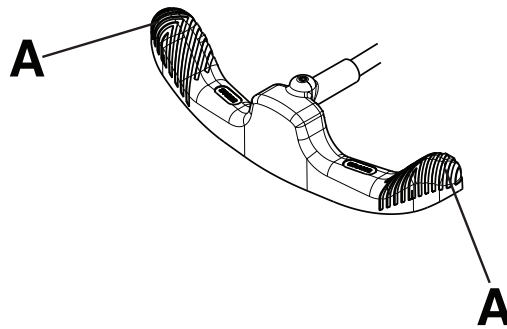

Figura 4 – Funcionamento do pedal de travagem/condução
Nota - Não carregue no centro do pedal de travagem/condução. Carregue sempre para baixo no lado exterior (A) do pedal de travagem/condução (Figura 4).